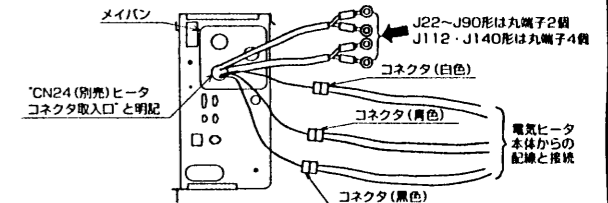

図8 制御ボックス側面図 J112・J140形のみあり
- 制御ボックス側面に貼り付けている銘板(図8参照)上の「CN24(別売)ヒータコネクタ取入口」と明記した箇所に穴を明けてください。
- リレーから出ている配線の先端が丸端子のリード線(J22～J90は2本, J112・J140は4本)と先端が白、青、黒色のコネクタのリード線を上記1)で明けた穴より制御ボックスの外へ取り出してください。(図8参照)
- リレーからの配線と電気ヒータ本体からの配線を、それぞれコネクタの色(白-白, 青-青, 黒-黒)に合わせて接続してください。(図8参照)